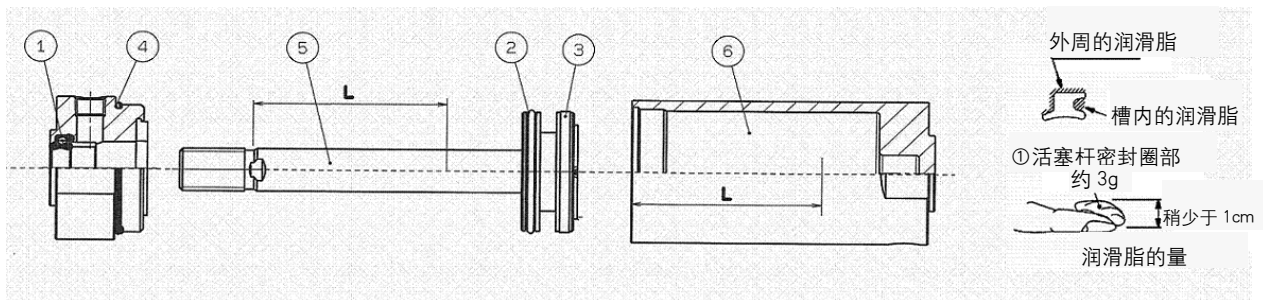

图 8. 润滑脂的涂抹位置
向图 8 所示的气缸各零部件位置涂抹润滑脂，1 个 100 行程的气缸所需润滑脂的量参见表 8。食指可舀起的量约为 3(g)。
#### 1) 活塞杆密封圈(图 8,①)
#### 2) 活塞密封圈(图 8,②)
#### 3) 缸筒静密封圈(图 8,④)